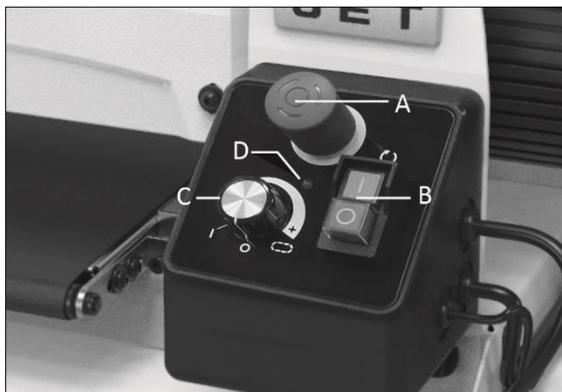

Рисунок 8-1: панель управления
3. Запустите шлифовальный барабан (с помощью переключателя на панели управления, рисунок 8-1).
4. Запустите транспортер и выберите скорость подачи (с помощью регулятора на панели управления, рисунок 8-1).
2. Сбросьте аварийный выключатель, повернув красную кнопку по часовой стрелке или потянув за нее (А, рисунок 8-1).
**Примечание:** если перед запуском двигателя регулятор скорости движения транспортерной ленты не установлен в положение ВЫКЛ. (OFF), то будет мигать индикаторная лампочка (D). Такая система оповещения помогает предотвратить непреднамеренный запуск транспортерной ленты. Если двигатель транспортера не работает, переведите регулятор (С) в положение ВЫКЛ. (OFF) и повторно установите скорость движения ленты.